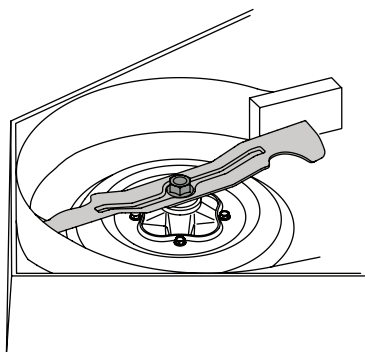

Figure 4-22
2. À l'aide d'une clé de 1½ po, retenez l'écrou sur le haut de la fusée, puis desserrez le boulon qui fixe la lame à la fusée. Pour desserrer plus facilement l'écrou qui fixe la lame, placez un petit bloc de bois entre le plateau de coupe et le tranchant de la lame. Voir Figure 4-22.